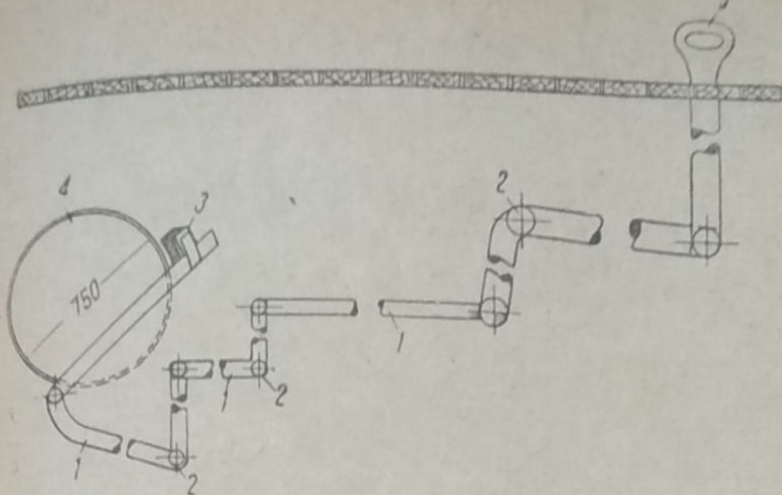

Рис. 3. Тормоза для обрезающего станка
На рис. 3 дана схема тормозного устройства к обрезающему станку. Как видно из рисунка, данный тормоз состоит из ряда шарнирносоединенных стержней (1). Соединения стержней в точках (2) мертвые. Система стержней заканчивается тормозной колодкой (3), которая действует на шкив контрпривода (4). Рукоятка управления (5) выведена к месту управления станком. Благодаря последнему станковый в случае нужды, не сходя с